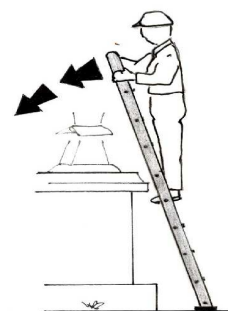

Fig. 18a
- non utilizzare una scala troppo alta rispetto alla quota di lavoro e viceversa (Fig. 18a e 18b);